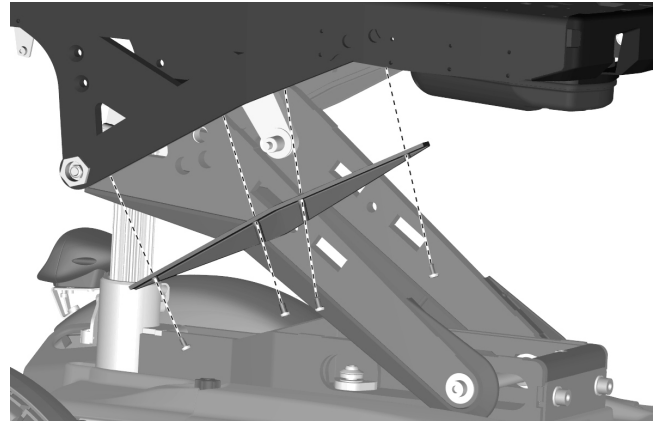

Abbildung 89. Der Klemmschutz wird mit vier Schrauben montiert.
3. Die vier Schrauben abmontieren, die den Klemmschutz des Oberlenkers halten. Siehe Abbildung.89